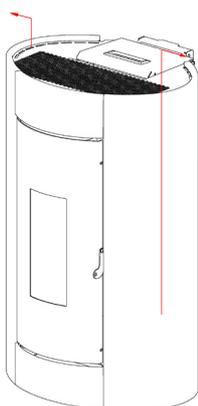

Fig. 44 - Entfernen der Seiten
- Die Seiten mit einer Bewegung von unten nach oben aushaken (siehe **Fig. 44 auf S. 23**).